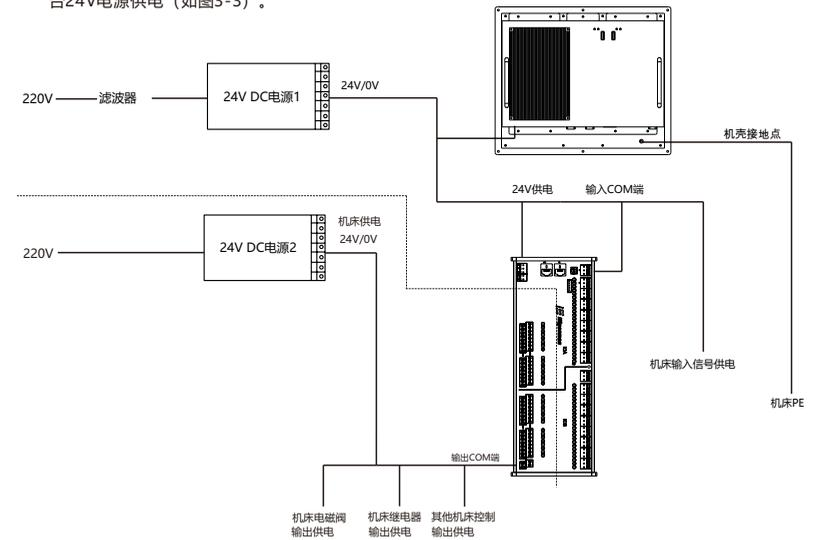

图3-3 控制器电源分布图
- 3、电气柜内其它24V设备(如电磁阀、工作照明灯、扩展模块输出部分的电源)另外安装一台24V电源供电(如图3-3)。